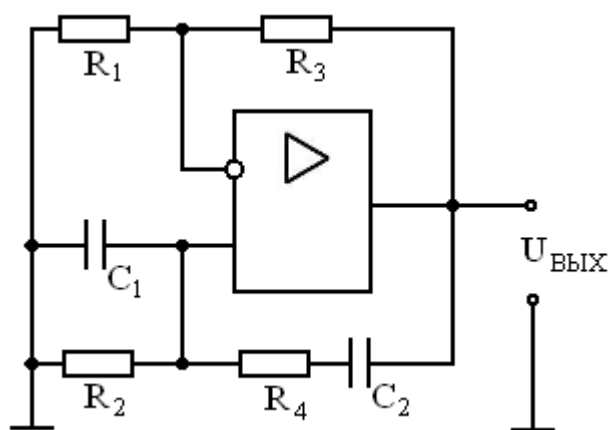

Рисунок 4.9 - Схема генератора Вина на ОУ
1. Перенести в отчет схему генератора Вина (рис. 4.9).